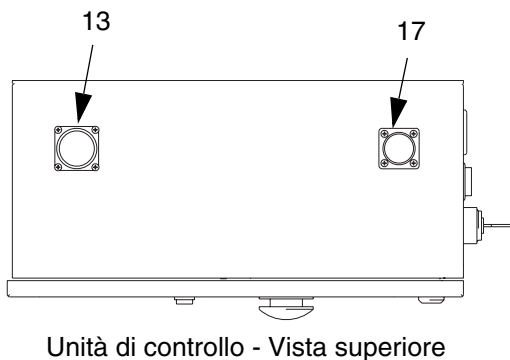

FIG. 10
1. Individuare la presa nella parte superiore del gruppo di controllo. Vedere FIG. 10.
2. Collegare il gruppo del cavo alla presa di automazione I/O in FIG. 10.